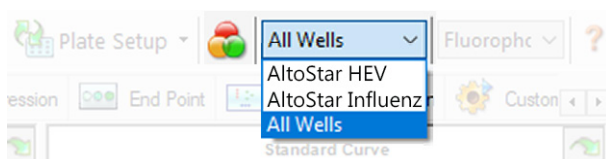

Figura 4: Pulsante Well Group (Gruppo pozzetto) e menu a discesa Well Group (Gruppo pozzetto)
Nella finestra Data Analysis (Analisi dei dati) assicurarsi di selezionare il **Well Group** (Gruppo pozzetto) del kit AltoStar® HEV RT-PCR Kit 1.5. Quindi, fare clic sul menu a discesa **Well Group** (Gruppo pozzetto) vicino al pulsante **Well Group** (Gruppo pozzetto) (vedere figura 4) della barra degli strumenti. Non usare il **Well Group** (Gruppo pozzetto) "All Wells" ("Tutti i pozzetti"). La selezione nella figura 4 è riportata unicamente a titolo di esempio generico.
1. Nella finestra Data Analysis (Analisi dei dati) assicurarsi di selezionare il **Well Group** (Gruppo pozzetto) del kit AltoStar® HEV RT-PCR Kit 1.5. Quindi, fare clic sul menu a discesa **Well Group** (Gruppo pozzetto) vicino al pulsante **Well Group** (Gruppo pozzetto) (vedere figura 4) della barra degli strumenti.